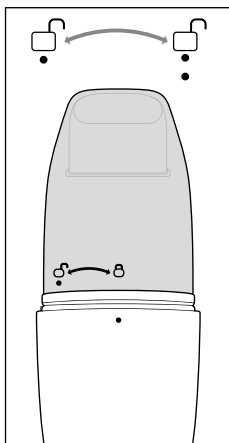

Abb. 6
1. Achten Sie beim Öffnen des Schmutzbehälters **3** auf die Markierungen ● unter dem □-Symbol des Schmutzbehälters **3** und am Rand des Gerätes. Halten Sie das Gerät am Handgriff **9** und drehen Sie den Schmutzbehälter **3** bis die beiden Markierungen übereinander stehen (siehe Abb. 6).
6. Setzen Sie den Schmutzbehälter **3** wieder auf das Gerät. Achten Sie dabei darauf, dass die beiden Markierungen ● unter dem □-Symbol des Schmutzbehälters **3** und am Rand des Gerätes übereinander stehen (siehe Abb. 6). Drehen Sie den Schmutzbehälter **3**, bis sich die Markierung ● am Rand des Gerätes unter dem □-Symbol des Schmutzbehälters **3** befindet und der Schmutzbehälter **3** hörbar im Gerät einrastet.
7. Setzen Sie den Schmutzbehälter **3** wieder auf das Gerät. Achten Sie dabei darauf, dass die beiden Markierungen **●** unter dem -Symbol des Schmutzbehälters **3** und am Rand des Gerätes übereinander stehen (siehe Abb. 6). Drehen Sie den Schmutzbehälter **3**, bis sich die Markierung **●** am Rand des Gerätes unter dem -Symbol des Schmutzbehälters **3** befindet und der Schmutzbehälter **3** hörbar im Gerät einrastet.